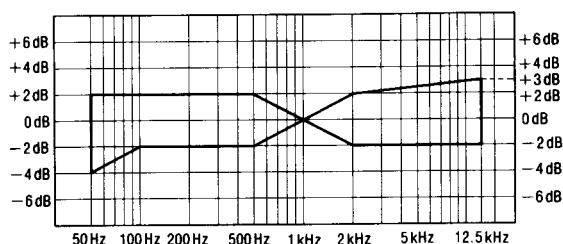

Fig. 9
- Faire jouer le signal enregistré à l'étape 3 et vérifier que le niveau de chaque fréquence de sortie soit en deçà de la plage montrée à la Fig. 9 en comparaison avec la fréquence de référence (1kHz).